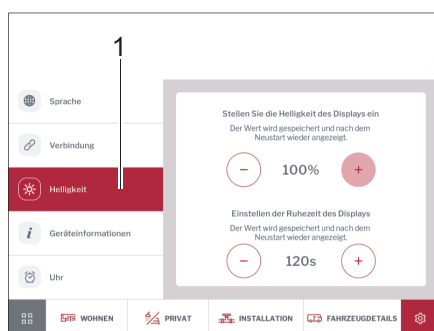

Fig. 272 Brillo
- Tocar en la opción *Brillo* (Fig. 272,1).